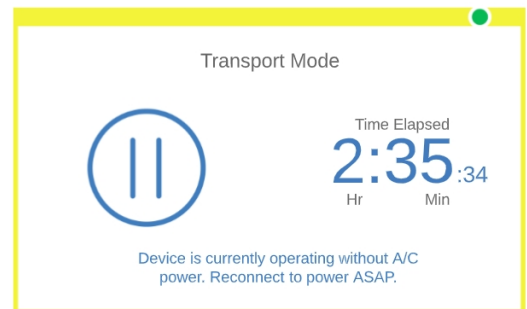

Figura 21. Modo de transporte
3. Cambie el interruptor a la posición de OFF (APAGADO). Cuando interruptor está en posición de apagado, la barra indicadora cambiará a amarillo y parpadeará, y el dispositivo emitirá un sonido audible. También mostrará un mensaje en la pantalla indicando que el dispositivo está funcionando sin energía de CA (Figura 21).